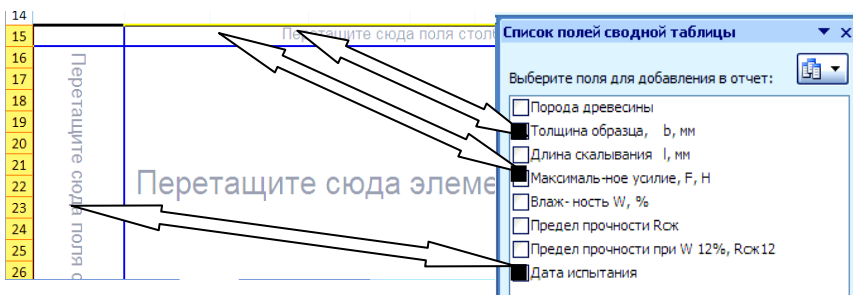

Рис. 6.9. Создание макета сводной таблицы
2. Перетащить мышкой на созданный макет указанные поля (рис. 6.9).